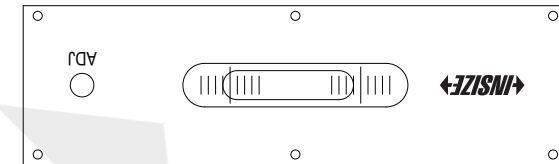

Fig.3
- c) Gire o nível 180°, deslize (não coloque) o nível na mesma posição da superfície (Fig.3).